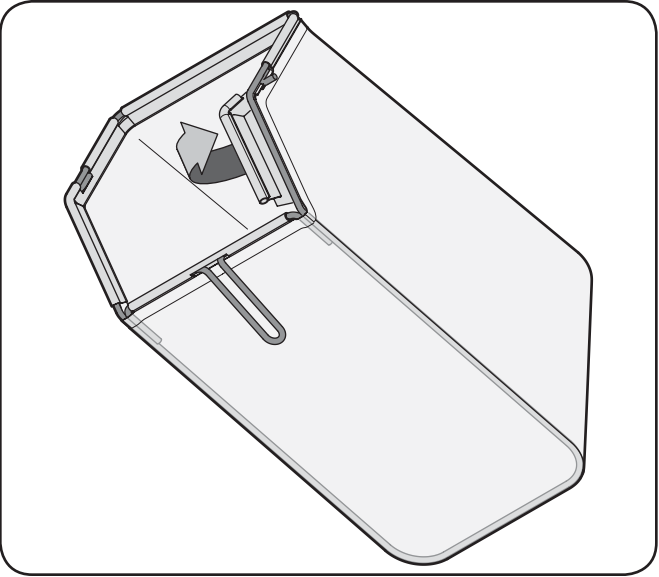

Figure 3-6
- b. Attachez le sac sur l'armature en accrochant les glissières sur l'armature, comme à la Fig. 3-6.